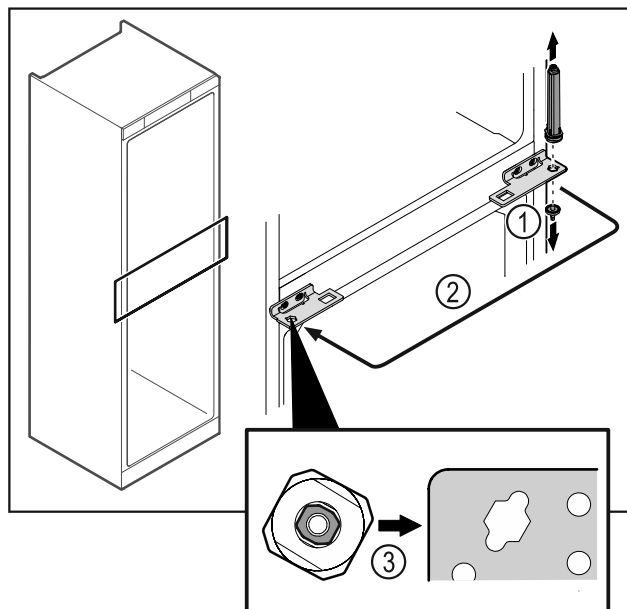

Fig. 49
- Skruva av gångjärnsbulten Fig. 49 (1).
- Flytta låssystemet Fig. 49 (2).
- Kontrollera att dörrlåssystemet Fig. 49 (3) är korrekt inriktat vid insättning.